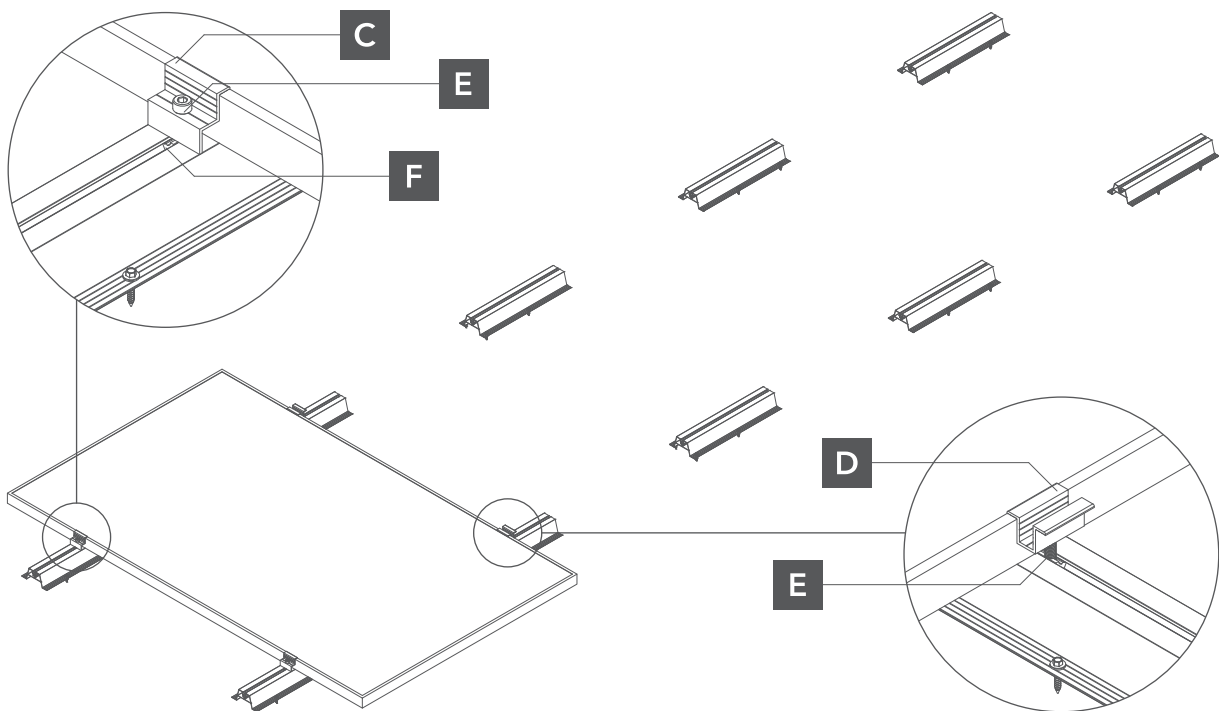

Abb. 5. Befestigung des Moduls an den Trapezträger
- 4** Auf den Trapezträgern legen wir den ersten äußeren Photovoltaik-Modul und befestigen die Kantenklemmen dabei. Die Kantenklemmen werden mit Imbusschrauben M8 und Nutenstein M8 befestigt. Dann montieren wir die Mittelklemmen, ohne sie zu befestigen. Nach dem Auflegen weiterer Module kann man die Mittelklemmen befestigen. Man sollte diesen Schritt wiederholen, bis alle Module in der Reihe montiert sind (Abb. 5).